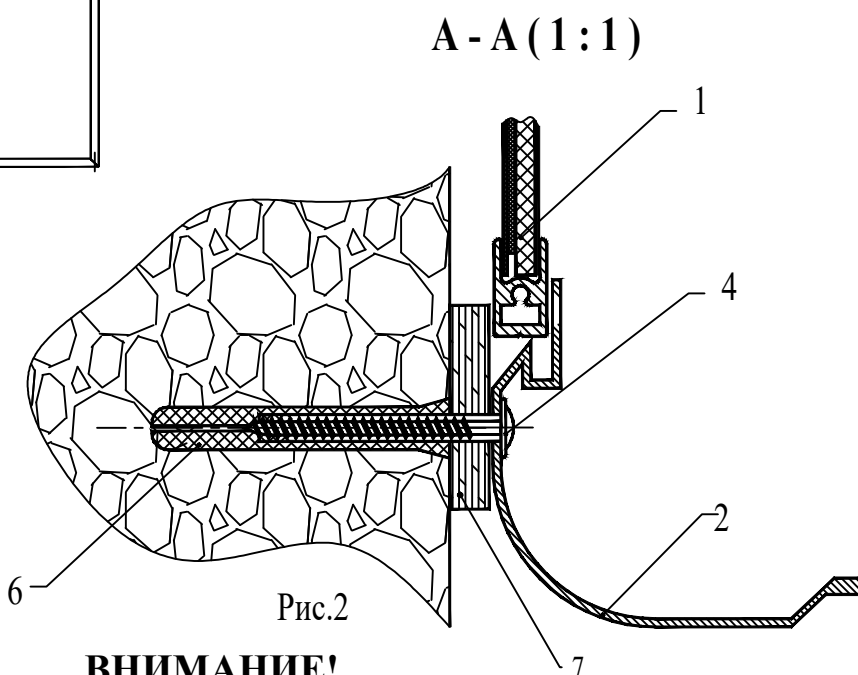

Рис.2
1. На стене на необходимой высоте закрепить лоток (2), для чего по его отверстиям разметить и просверлить в стене три отверстия $\varnothing 8$ и глубиной 60 мм, забить в них три дюбеля (6), и саморезами (4) через проставки (7) закрепить лоток (Рис.2).